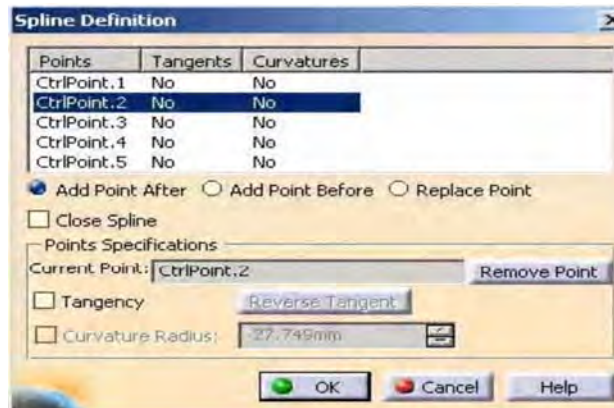

Figura 2.17: VENTANA SPLINE DEFINITION
3) Haciendo doble clic sobre la spline aparece una ventana de dialogo que no permite hacer modificaciones sobre ella (ver figura 2.17).